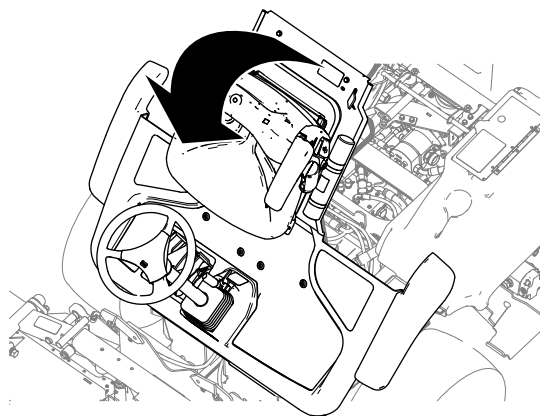

Bild 2
2. Klappen Sie die Plattform hoch (Bild 2).